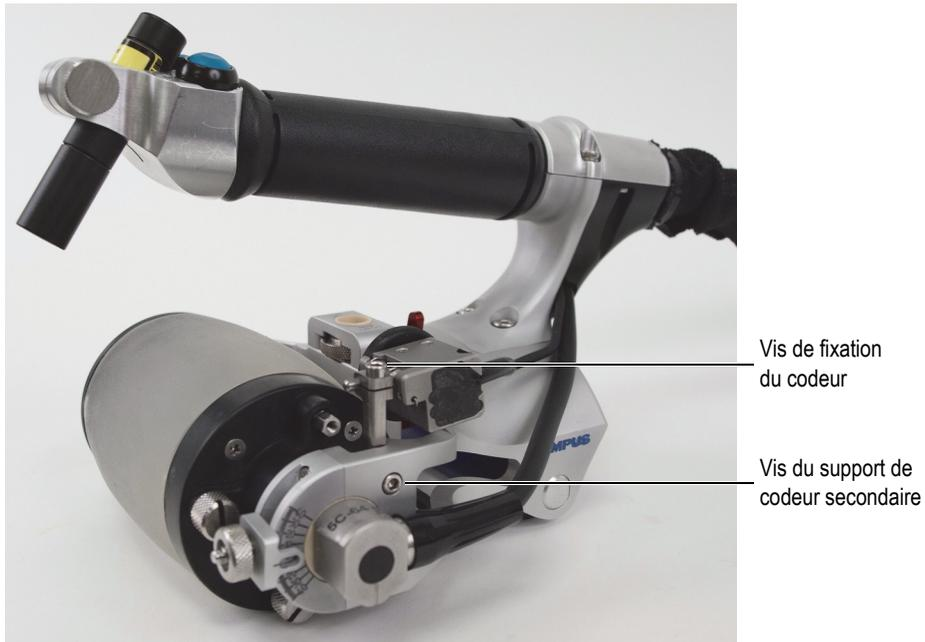

Figure 6-41 Codeur installé sur le support secondaire
11. Installez le codeur Mini-Wheel sur le support (Figure 6-41 à la page 122).